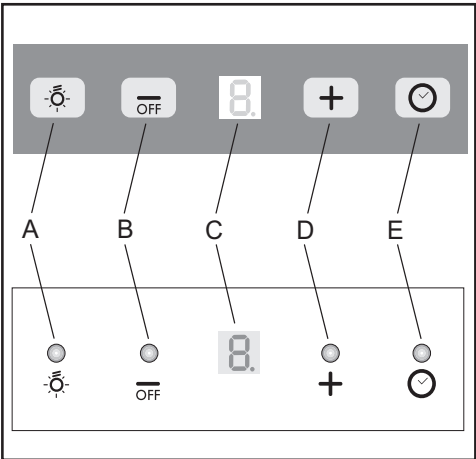

Fig.13
COMANDI (Fig.13):
• **Saturazione filtri Antigrasso/Carbone attivo:** Fig.13